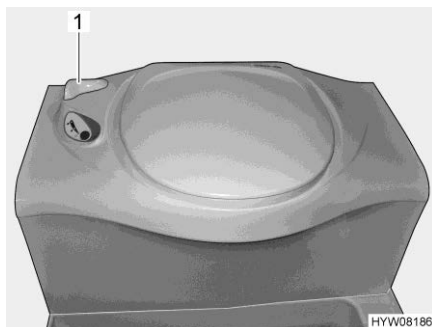

Fig. 199 Toilette Thetford
- Prima di tirare l'acqua, aprire il cursore della toilette Thetford. A tal fine ruotare la leva del cursore (Fig. 199,1) in senso antiorario.
- Dopo aver tirato l'acqua chiudere il cursore. Ruotare la leva del cursore (Fig. 199,1) in senso orario.